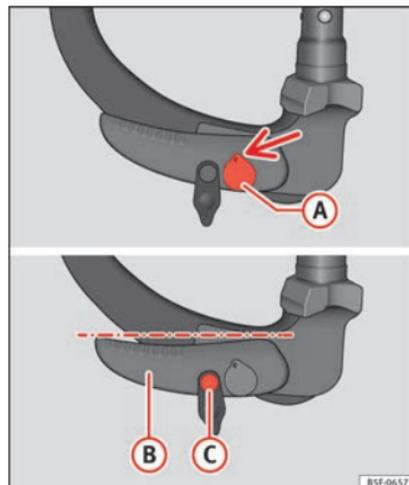

Abb. 235 Ruheposition: Stellung von Hebel und Entriegelungsbolzen
- Der Schlüssel **A** **» Abb. 235** befindet sich in entriegelter Position (der gelochte Teil des Schlüssels zeigt nach oben).
- Der Hebel **B** **» Abb. 235** befindet sich in der unteren Position.
- Der Entriegelungsbolzen **C** kann bewegt werden **» Abb. 235**.